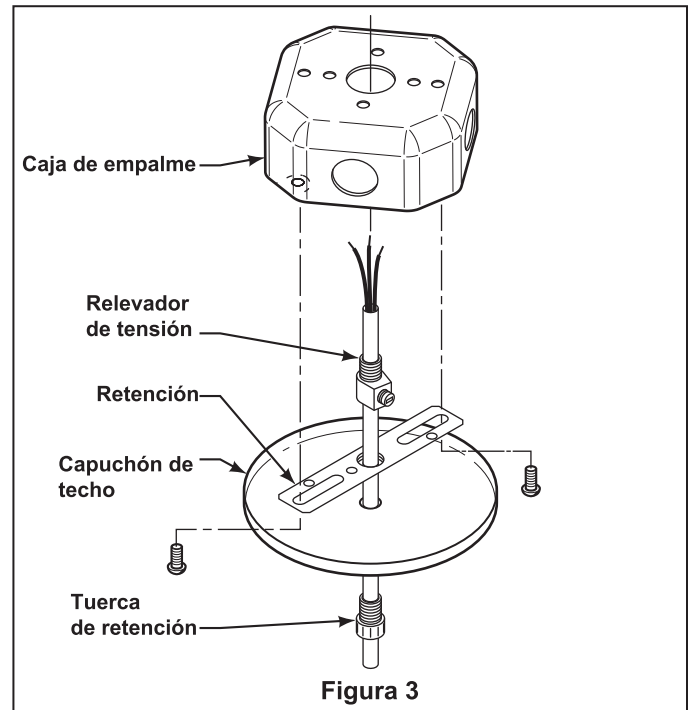

Figura 3
Se recomienda que cada ventilador y el motor tiene el respaldo de madera contrachapada de $\frac{3}{4}$ " asegurado a un elemento de la estructura de apoyo adecuada (Figura 3). La unidad de motor no funcionará más de dos poleas / montajes de lámina
- ☐ 4. Monte la retención para la caja de empalme con los tornillos (suministrados con la caja de empalme). (Figura 3)